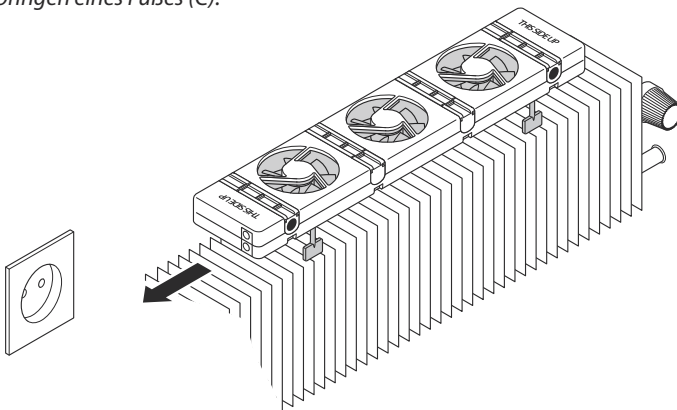

Abb. 9 - Position des **SpeedComfort** (A) auf dem Konvektor.
1. Befestigen Sie die **Füße (C)**, indem Sie sie in die **Schlitze (2)** des **SpeedComfort (A)** drücken.
2. Stellen Sie sicher, dass der **SpeedComfort (A)** nach oben weist und dass die **Anschlussbuchsen (1)** in Richtung der Steckdose weisen (siehe Abb. 9).
3. Platzieren Sie den **SpeedComfort (A)** oben auf den Konvektor und lassen Sie zwischen den Konvektorseiten und dem **SpeedComfort (A)** Platz, um die Geräuscentwicklung zu reduzieren (siehe Abb. 9). Der SpeedComfort kann auch auf dem Boden unterhalb des Konvektors platziert werden, wenn der Platz dafür ausreicht.
4. Ist der Konvektorblock aus magnetischem Material gefertigt, kann der **Temperaturfühler** (E) mit seinen Magneten einfach hierauf positioniert werden. Der Temperaturfühler kann für eine gute Wärmeübertragung auch zwischen zwei Platten des Konvektorblocks geklemmt werden. Der Fühler kann mit dem mitgelieferten Klettband an einem Kupferrohr oder an einer anderen nicht magnetischen Stelle befestigt werden.